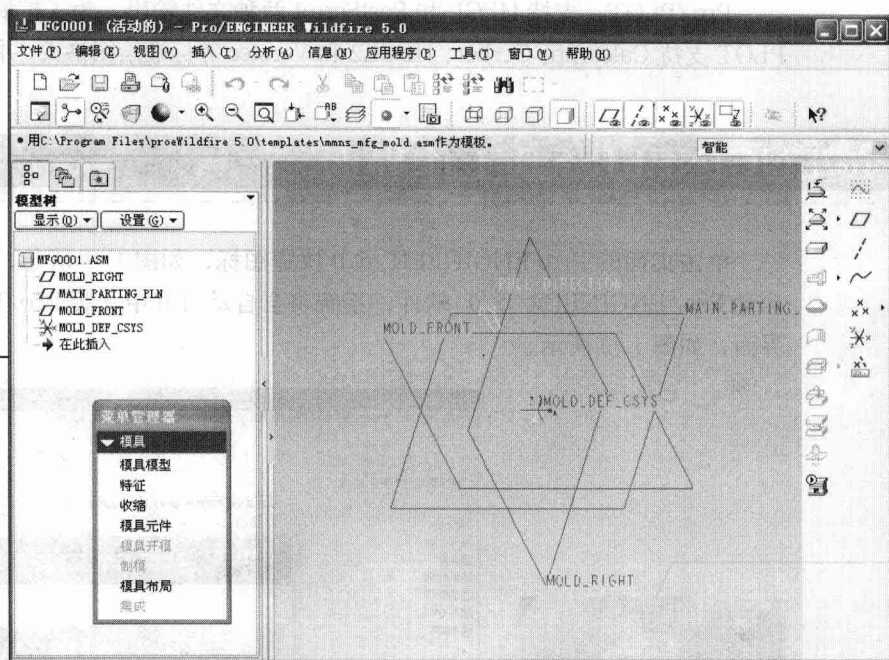

图 1-6
选取“新文件选项”对话框中的“mmns_mfg_mold”选项,然后单击“确定”按钮,进入模具设计的主界面,如图1-6所示。
- ◆ 系统会自动给定一个开模方向,如图 1-6 所示。